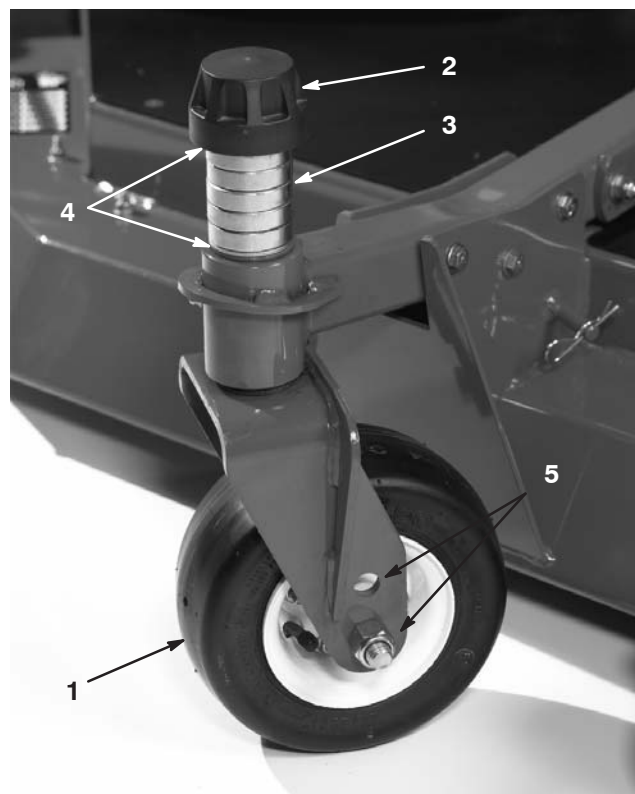

Figure 10
3. Enlevez le chapeau de tension de l'axe de pivot (Fig. 10) et sortez l'axe du bras pivotant. Remplacez les 2 cales (3 mm) sur l'axe de pivot comme à l'origine. Elles sont requises pour que les plateaux de coupe soient parfaitement de niveau sur toute la largeur. Placez le nombre requis d'entretoises de 13 mm sur l'axe de pivot pour obtenir la hauteur de coupe voulue, puis ajoutez la rondelle.